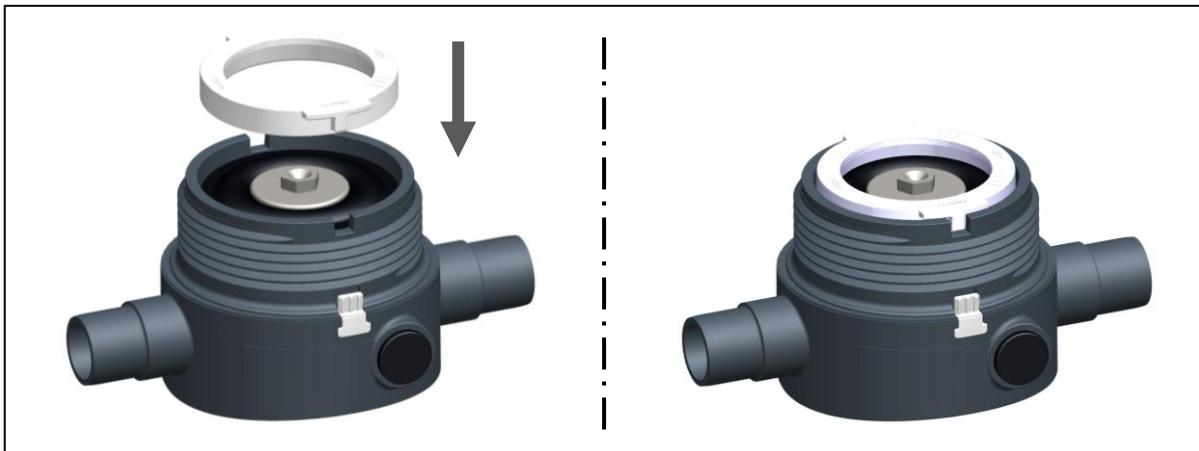

Fig. 13
- Posicionar el anillo de retención. Al hacerlo, asegurarse de que las dos pestañas del anillo de retención están dentro de las entalladuras de la pieza de base, ver la fig. 13.